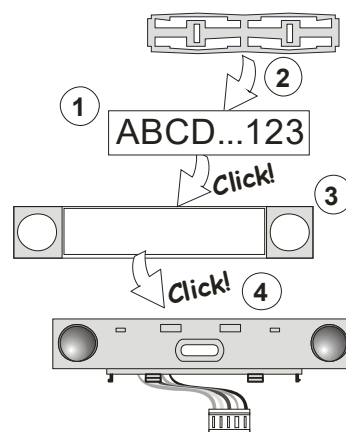

Figura 3: Inserimento di un'etichetta nel segmento di controllo
7. Connettere i cavi dei segmenti al connettore interno sul modulo (7).
- b. Quando le batterie sono inserite, il pulsante attivazione retroilluminato (3) inizia ad emettere luce fissa, ad indicare che il modulo non è ancora stato registrato al sistema.
- d. Premere il pulsante attivazione retroilluminato (3) – il modulo viene così registrato e l'indicatore LED giallo si spegne (quest'operazione può richiedere alcuni secondi). Il segnale di registrazione può anche essere inviato inserendo le batterie.
10. Una volta completata l'installazione, inserire le etichette descrittive dietro le coperture trasparenti dei segmenti e poi chiudere (vedi figura 3). La stampa delle etichette è parte integrante del software F-Link (finestre **Dispositivi**, nella posizione modulo – **Impostazioni interne**).